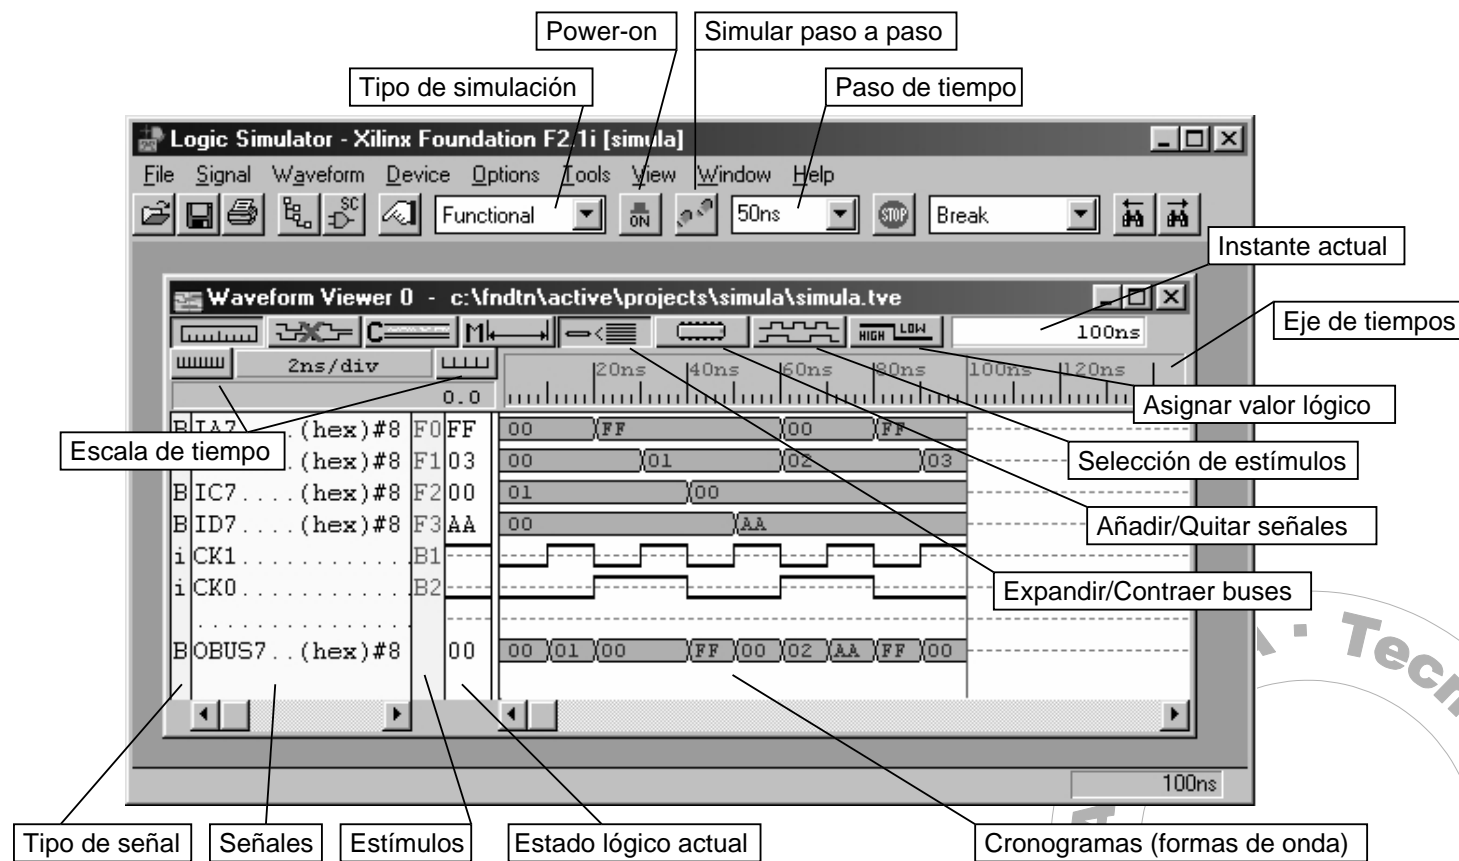

Figura E3.2: Visión general del simulador y del visualizador de formas de onda.
En la figura E3.2 se muestra una visión general del simulador en la que se ha indicado sucintamente la funcionalidad de los principales botones y opciones, tanto del simulador como del visualizador de formas de onda. Observemos que cuando dejamos quieto durante unos segundos el puntero del ratón sobre cada botón aparece un globo indicando la funcionalidad de dicho botón.
- Seleccionar el valor del paso de tiempo. Por ejemplo, en la figura E3.2 se ha seleccionado un paso de 50ns.
Tal como se observa en la figura E3.2 distinguimos tres zonas diferenciadas en la ventana de cronogramas, que son: